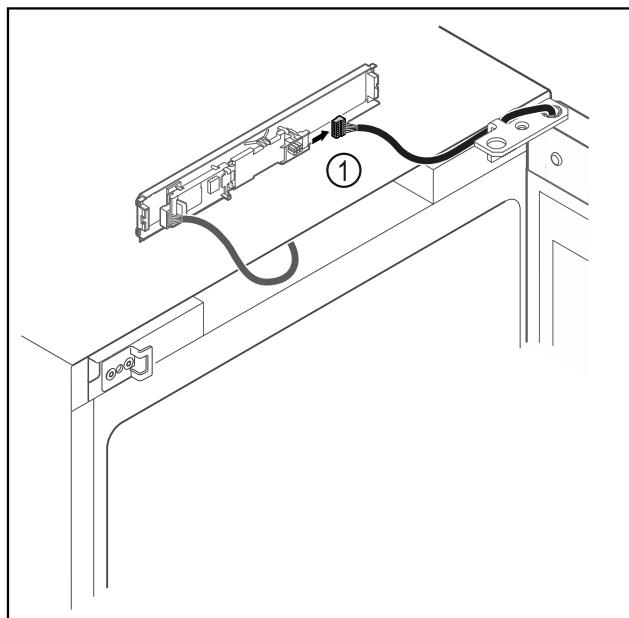

Fig. 20
- Витягнути штекер Fig. 20 (1) з плити.